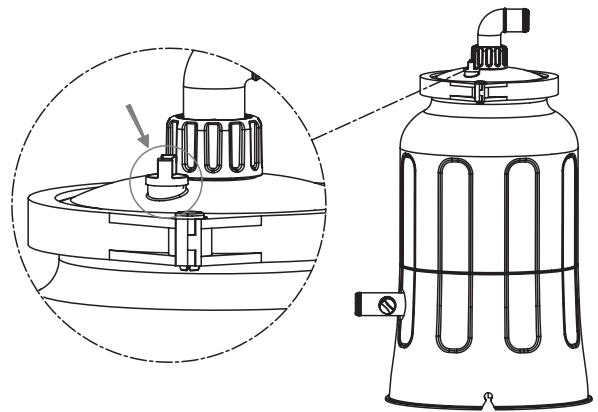

Bild 5
1. Öppna avluftningsskruven på ovansidan av det transparenta locket tills vattnet rinner ut och dra sedan åt avluftningsskruven. **(Bild 5)**